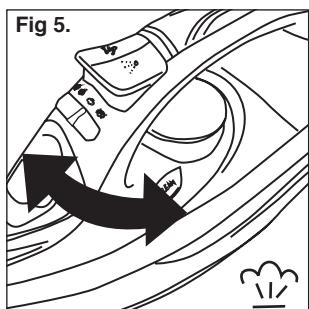

Fig 6.
- Accionar el botón de autolimpieza, y mantenerlo pulsado (Fig 6).